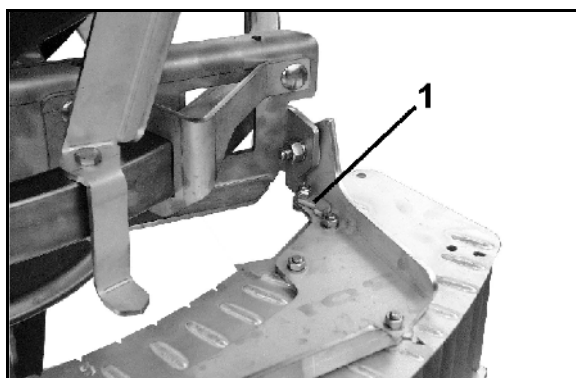

Fig. 77
indstilles med teleskopskovlene (Fig. 77/1) i henhold til oplysningerne i spredetabellen og afhænger af den gødningstype, der skal spredes, samt af afstanden fra første kørespor til kanten af marken:
1. Sving teleskopskovlene (Fig. 77/1) på spredeskiven ind i skalaens (Fig. 77/2) område, når vingemøtrikken er løsnet. Aflæs talværdien på aflæsningskanten (Fig. 77/3), og spænd vingemøtrikken igen.
2. Indstil den udvendige skovldel (Fig. 77/4) langs skalaen Fig. 77/6) til en højere bogstavsværdi, når møtrikken er løsnet (Fig. 77/5). Den udvendige skovldels stilling aflæses ved aflæsningskanten (Fig. 77/7) på skalaen.